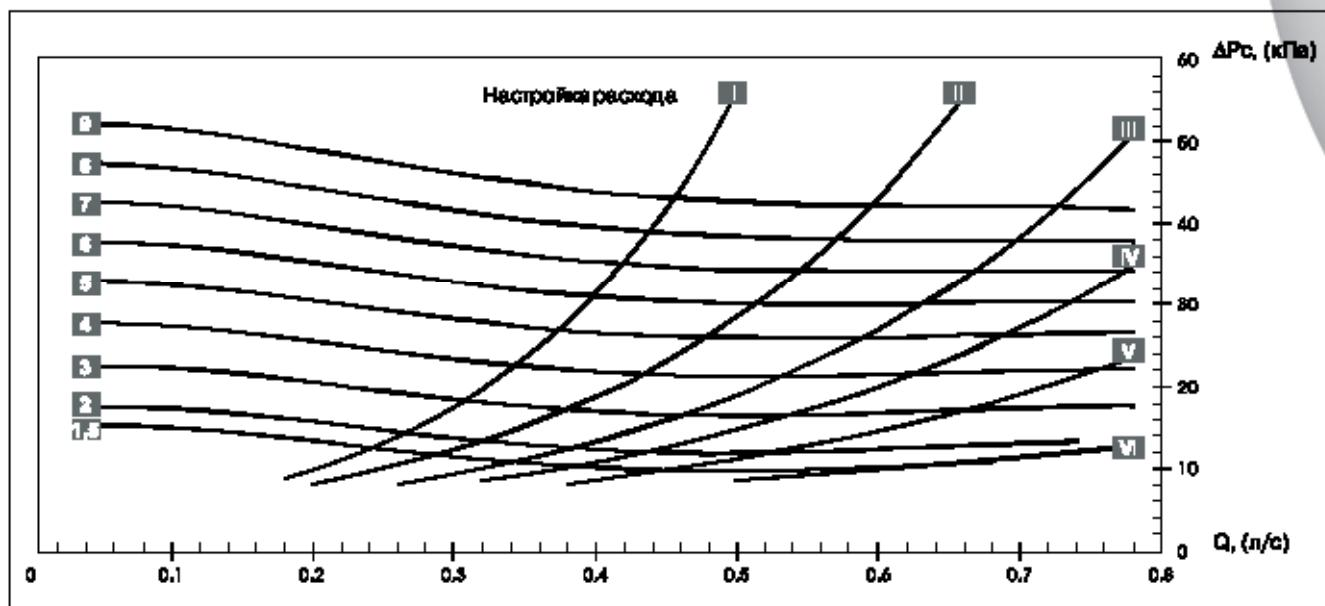

Рис. 14. BALLOREX® QP Du 25/32
1. Установите расходомер BALLOREX® на клапане BALLOREX® M и ограничитель расхода в требуемое положение согласно показаниям расходомера (см. рис. 14).